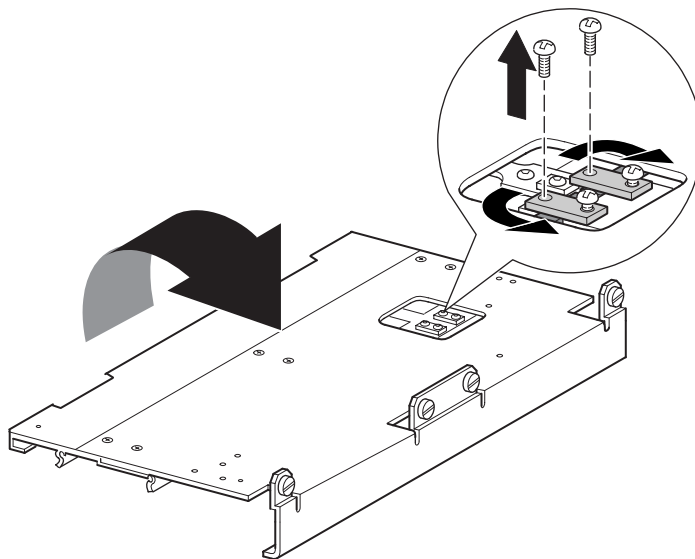

Figura 2-15: Apertura di accesso alle staffe del blocco cinghia
4. Capovolgere il meccanismo PTM per accedere all'apertura di accesso alle staffe del blocco cinghia (vedere la Figura 2-15).
5. Rimuovere una vite da ciascuna delle staffe di blocco cinghia. Allentare l'altra vite e spostare ciascuna staffa del blocco cinghia verso la parte laterale in modo da poter accedere alla cinghia dell'unità (vedere la Figura 2-15).